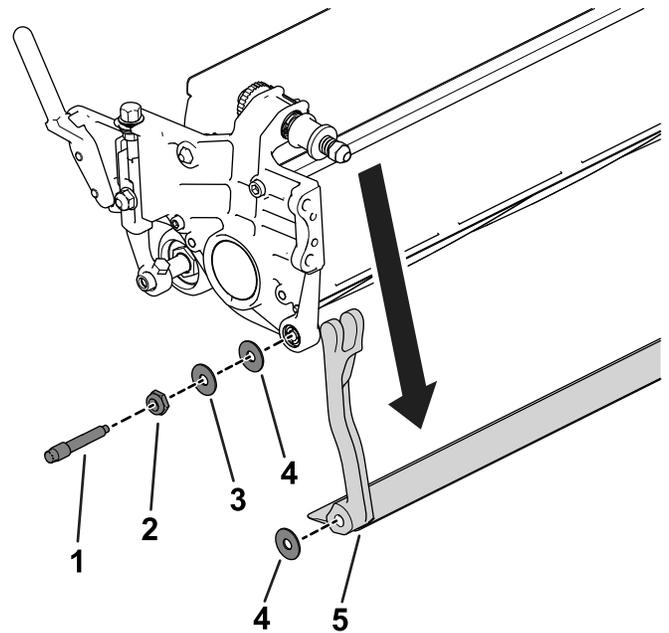

Bild 19
3. Lösen Sie auf jeder Seite der Maschine die Sicherungsmutter, die in Bild 19 dargestellt ist.
4. Nehmen Sie jede Schraube des Untermesserträgers ab, damit der Untermesserträger nach unten gezogen und von der Schneideinheit entfernt werden kann (Bild 19).
Bewahren Sie die beiden Stahl- und die Kunststoffscheibe von den beiden Enden des Untermessers auf (Bild 19).
3. Legen Sie eine Nylonscheibe an jede Seite des Seitenplattenansatzes. Legen Sie eine Stahlscheibe außen auf jede Nylonscheibe (Bild 19).